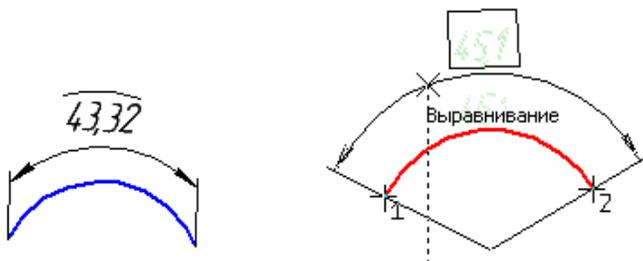

Рисунок 47. Варианты отрисовки размеров дуги окружности.
- *Размер дуги окружности* – предназначен для построения размера, показывающего длину дуги окружности (рис. 47), с выбором команды на панели специального управления.